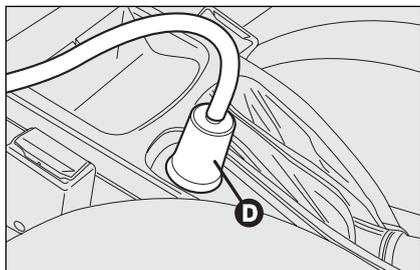
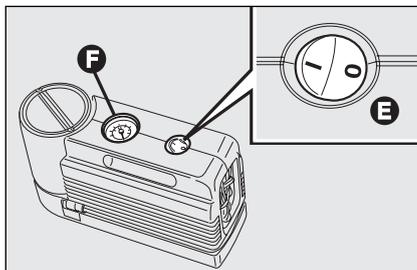

fig. 15
fig. 16
□ assicurarsi che l'interruttore **E-fig. 16** del compressore sia in posizione **0** (spento), avviare il motore, inserire la spina **D-fig. 15** nella presa accendisigari e azionare il compressore portando l'interruttore **E-fig. 16** in posizione **I** (acceso). Gonfiare il pneumatico alla pressione prescritta nel paragrafo "Pressione di gonfiaggio" del capitolo "Dati tecnici". Per ottenere una lettura più precisa, si consiglia di verificare il valore della pressione sul manometro **F-fig. 16** con il compressore spento;